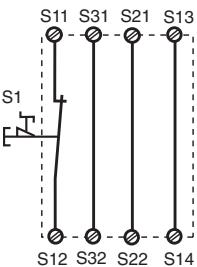
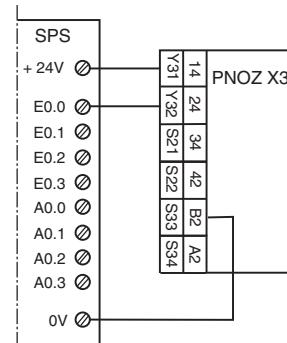

Fig. 2: Circuito de entrada monocanal, rearme automático/Circuito di entrata monocanale, start automatico/Eenkanalig ingangscircuit, automatische start
Fig. 10: Ejemplo de conexión para salida de semiconductor/Esempio di collegamento per uscita semiconduttore/Aansluitvoorbeeld van halfgeleideruitgang
En las fig. 2 a 10 se presentan ejemplos de conexión para conexión de parada de emergencia con rearne automático y supervisado, excitación de puerta protectora así como amplificación de contactos mediante contactores externos.
- Fig. 2 y 7: En caso de caída de tensión y rearanque, el dispositivo se inicia automáticamente. Evite un arranque intempestivo mediante un cableado externo adecuado.
- Fig. 2 y 7: **S33-S34 no conectado**
In fig. 2 ... fig. 10 sono riportati degli esempi di collegamento per il cablaggio di arresto d'emergenza con start automatico e manuale, per il comando delle porte di sicurezza, nonché per la moltiplicazione dei contatti mediante relè esterni.
- Fig. 2 e 7: Il dispositivo si avvia automaticamente dopo la caduta ed il ritorno dell'alimentazione. Occorre prevenire un riavvio inatteso usando circuiti esterni di misura.
- Fig. 2 e 7: **nessun** collegamento S33-S34
In fig. 2 ... 10 worden aansluitvoorbeelden gegeven van noodstopschakeling met automatische en bewaakte start, hekbewaking en contactvermeerdering d.m.v. externe magneetschakelaars.
- Fig. 2 en 7: Het apparaat start automatisch bij uitvalen en terugkeren van de spanning. Vermijd een onverwacht heraanlopen door maatregelen in de externe schakeling.
- Fig. 2 en 7: **geen** verbinding S33-S34